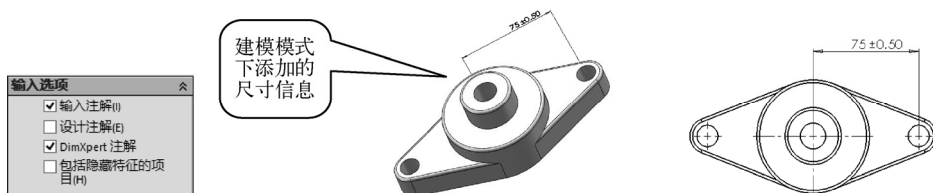

图 7-26 “输入选项”卷展栏的
- “输入选项”卷展栏：选择此卷展栏下的单选按钮，可以在视图输入建模模式下添加的注释，如图 7-26 所示。